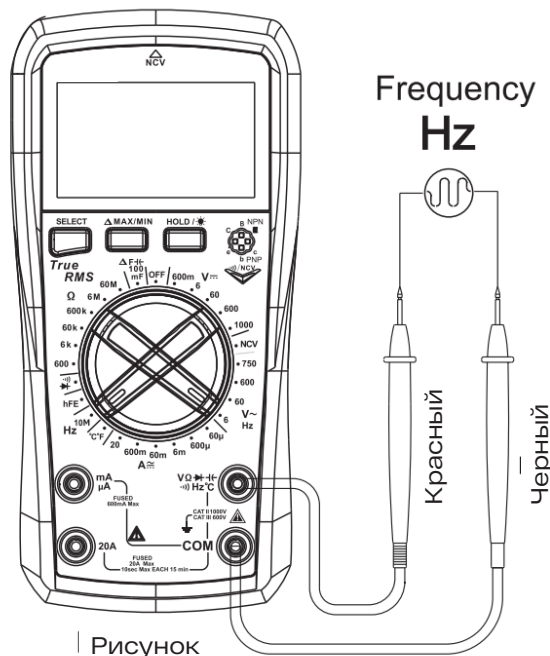

Рис. 8. Измерение частоты
9. Измерение частоты (см. рис. 8).